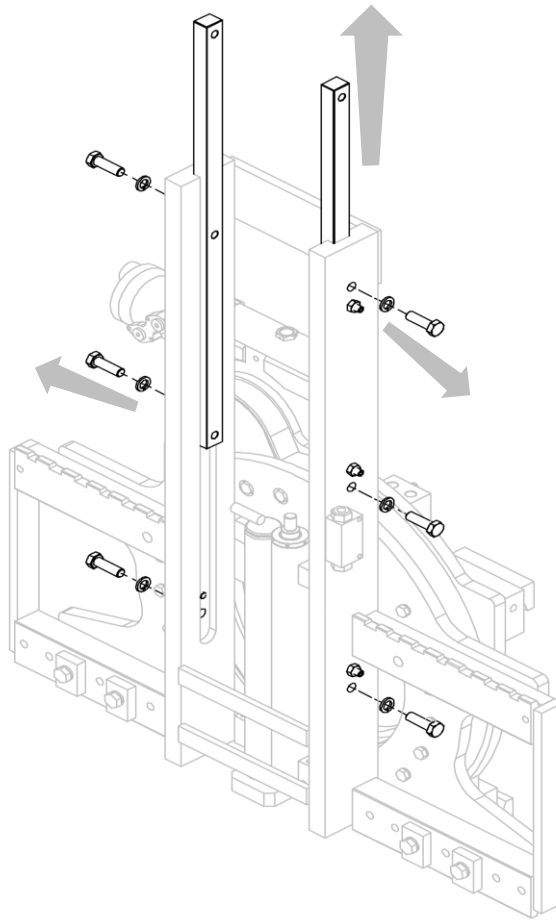

Figura 23
3. Retire los casquillos deslizantes después de aflojar las clavijas y desatornillar los tornillos correspondientes que las bloquean (mira *Figura 23*).